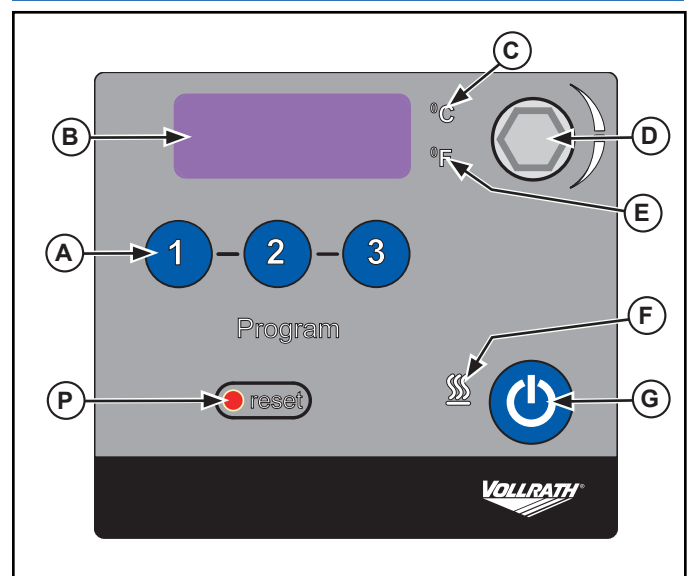

Figure 1. Avant du panneau de commande.
4. Réglez le sélecteur de vitesse de la pompe (I) au réglage souhaité.
5. Appuyez sur le bouton de marche/arrêt du contrôleur (G). (Figure 1).
2. Appuyez sur la température de consigne 2 (A) tout en plaçant l'interrupteur d'alimentation (J) en position Marche (Figures 1 et 2).
2. Appuyez sur la température de consigne 3 (A) tout en plaçant l'interrupteur d'alimentation (J) en position Marche (Figures 1 et 2).
1. Pour programmer des températures : Avec l'appareil en marche, appuyez sur le bouton de pré-réglage de température (A) 1, 2 ou 3. Un point décimal sur l'affichage (B) commence à clignoter et rappelle le réglage précédent (Figure 1).
2. Tournez le bouton Sélection/Réglage (D) jusqu'à ce que s'affiche la température souhaitée. Une fois le réglage souhaité atteint, appuyez une seconde fois sur le bouton Sélection/Réglage (D). Appuyez sur le bouton de pré-réglage de température (A) souhaité pour enregistrer la température sur ce bouton.
1. Appuyez sur le bouton Sélection/Réglage (D) jusqu'à ce que l'affichage (B) indique LLo (10 secondes environ), puis relâchez-le (Figure 1). Une fois les commandes verrouillées, le point décimal de la température de consigne ne clignotera pas.
2. Rappuyez sur le bouton Sélection/Réglage (D) jusqu'à ce que l'affichage (B) indique LLo (10 secondes environ), puis relâchez-le pour déverrouiller les commandes. Une fois les commandes déverrouillées, l'affichage (B) indique CA".
Si le niveau d'eau chute en dessous de l'élément chauffant, le thermostat de sécurité s'activera et coupera l'alimentation de l'élément chauffant et de la pompe. L'affichage (B) indiquera FLt 3. Laissez refroidir et appuyez sur le bouton Reset (P) (Figure 1).
1. Appuyez sur le bouton de marche/arrêt du contrôleur (G) et mettez l'interrupteur de marche/arrêt (J) en position Arrêt (Figures 1 et 2).